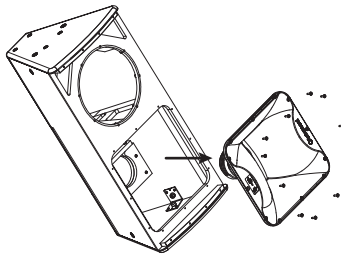

Fig. 4
5. Wykręć śruby mocujące klakson, które mocują klakson do obudowy i wyjmij klakson i zespół kompresora (rys. 4). (Jeżeli jest to wymagane do serwisowania lub wymiany, odłącz kable od sterownika kompresyjnego, zwracając uwagę na polaryzację w celu późniejszego ponownego podłączenia.)
11. Wkręć śruby mocujące klakson i dokręć, aby ponownie zamocować klakson w obudowie (rys. 4).